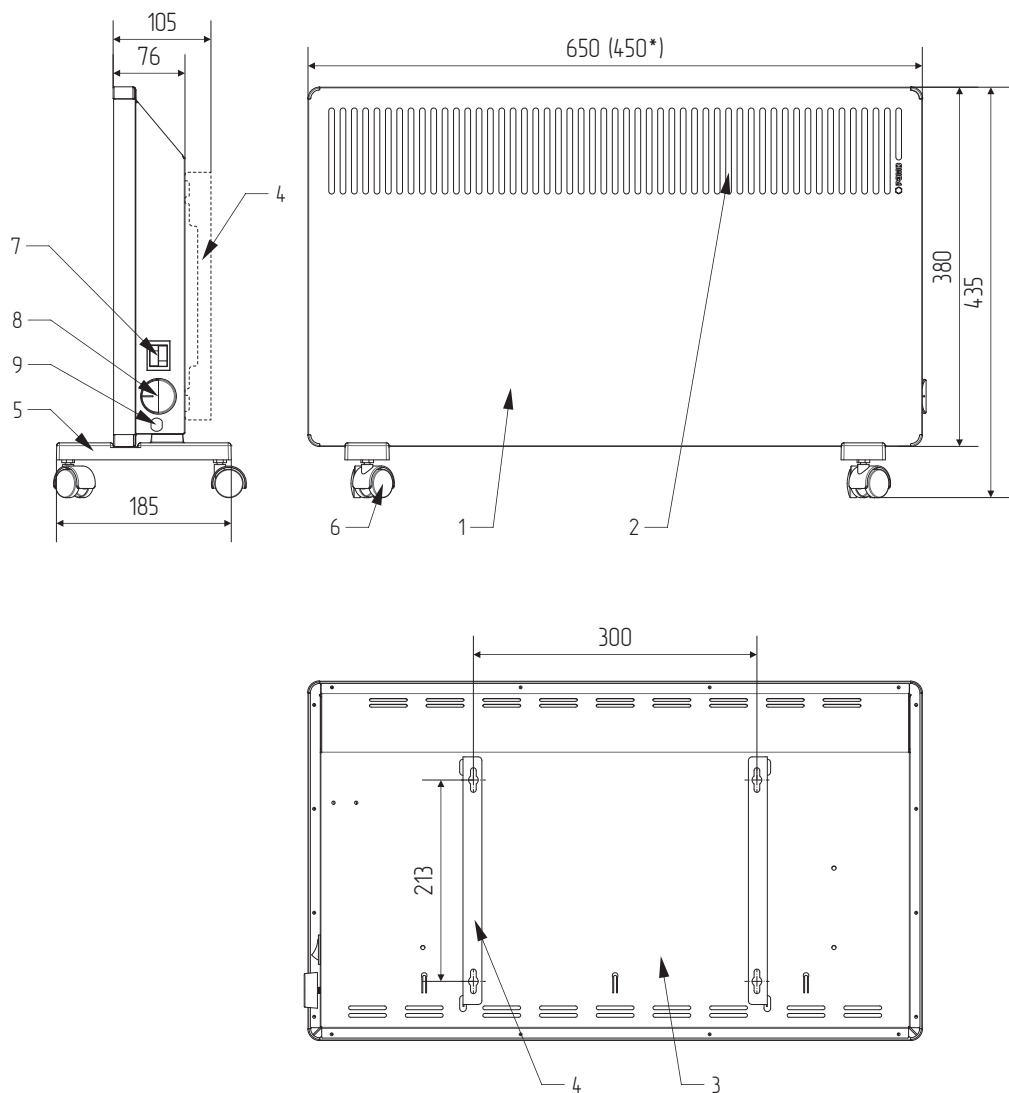

Рисунок 1.
5.1. Конвектор (см. рис. 1) представляет собой металлический корпус, состоящий из передней панели (1) и задней панели (3), внутри которого на шасси расположен электронагревательный элемент (на чертеже не показан). На корпус могут быть установлены настенные кронштейны (4) или колёсные опоры (5), имеющие по 2 поворотных колеса (6). На боковой поверхности корпуса расположены рокерные переключатели с подсветкой (7) и ручка термостата (8).
6.3. Для настенного монтажа конвектора следует помощью уровня и рулетки (линейки) разметить на стене отверстия. Межцентровое расстояние посадочных отверстий указано на чертеже (см. рис.1). Либо воспользуйтесь прилагаемым шаблоном.